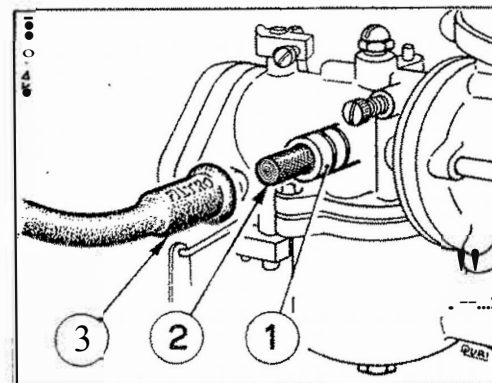

Fig. 3 SMONTAGGIO DEL FILTRO SUL CARBURATORE
PULIZIA DEL FILTRO COMBUSTIBILE SUL CARBURATORE (Fig. 3). -- Nell'interno del raccordo di entrata combustibile sulla vaschetta del carburatore è inserita una cartuccia filtrante di retina metallica. E' necessario ispezionare e pulire assai di frequente la cartuccia ad evitare ostruzioni nel passaggio del combustibile.
A tale scopo è sufficiente sfilare il tubo di gomma 3) dal raccordo 1) e togliere la cartuccia 2) come indicato nella Fig. 3
g) Togliere il tubo di gomma dal raccordo di entrata (Vedere Fig. 3) estrarre il filtrino e pulirlo dalle impurità che hanno ostacolato il passaggio del combustibile. Detta operazione va eseguita, se necessario, tutti i giorni.